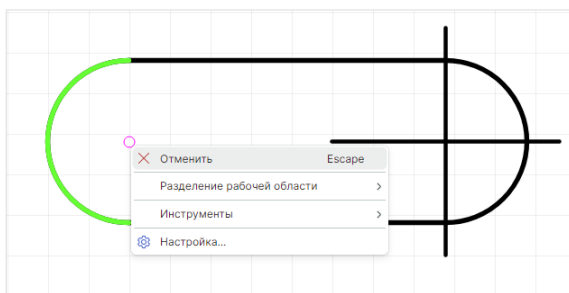

Рис. 438 Отмена размещения центральной линии
4. Размещение центральной линии можно отменить, для этого нажмите клавишу «Escape» или вызовите контекстное меню и выберите «Отменить», см. Рис. 438.